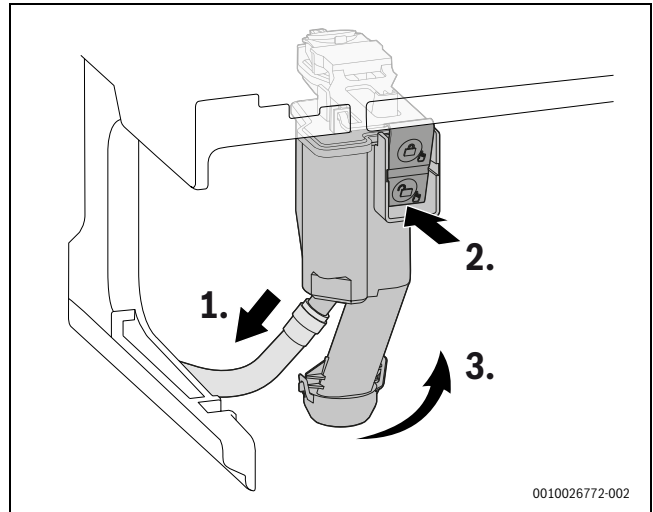

Fig. 157 Smontaggio del sifone per la condensa
- ▶ Rimuovere il sifone per la condensa dall'apparecchio (→ fig. 157, pagina 78).